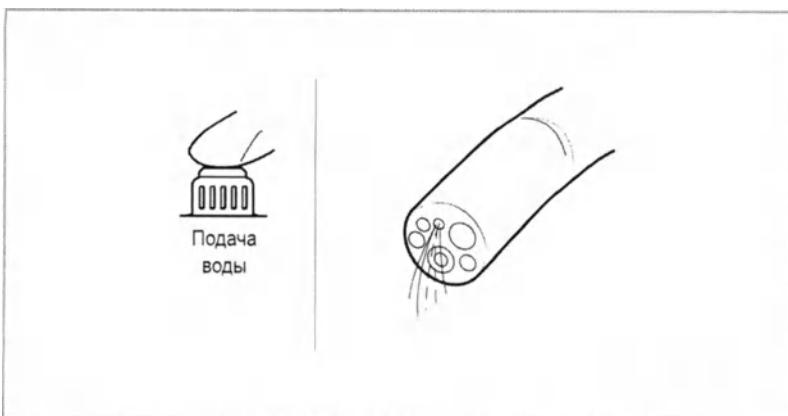

Рисунок 4.15
7. Извлеките дистальный конец эндоскопа из воды и нажмите на клапан подачи воздуха/воды. Проверьте, выходит ли вода из дистального конца эндоскопа (см. рисунок 4.15).